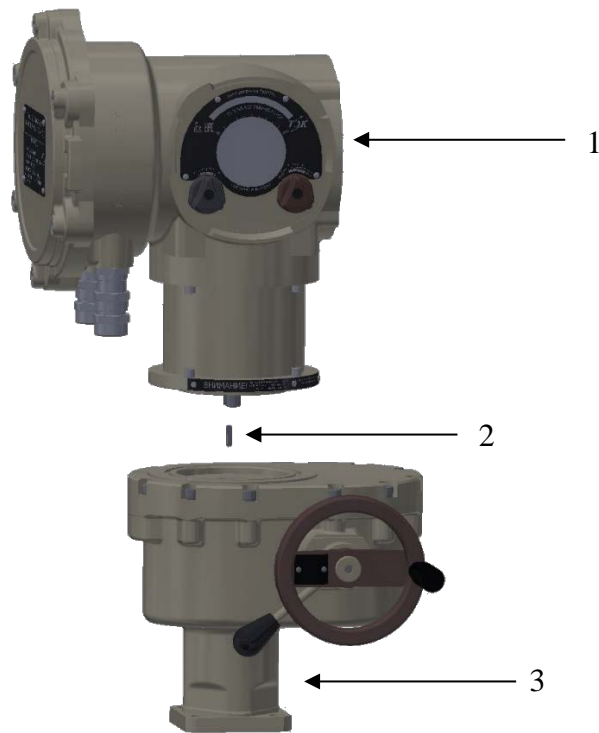

Рисунок 25 – Порядок замены редуктора
- с помощью шпонки (поз.2) Рис.25.
- В случае стыковки с помощью шпонки (рис. 25):